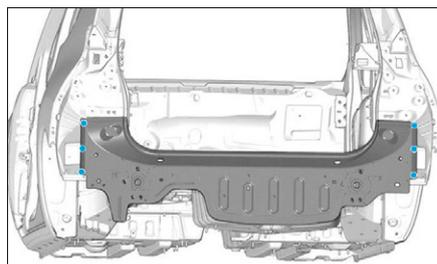

FIG. 180
- points électriques (Fig.180),